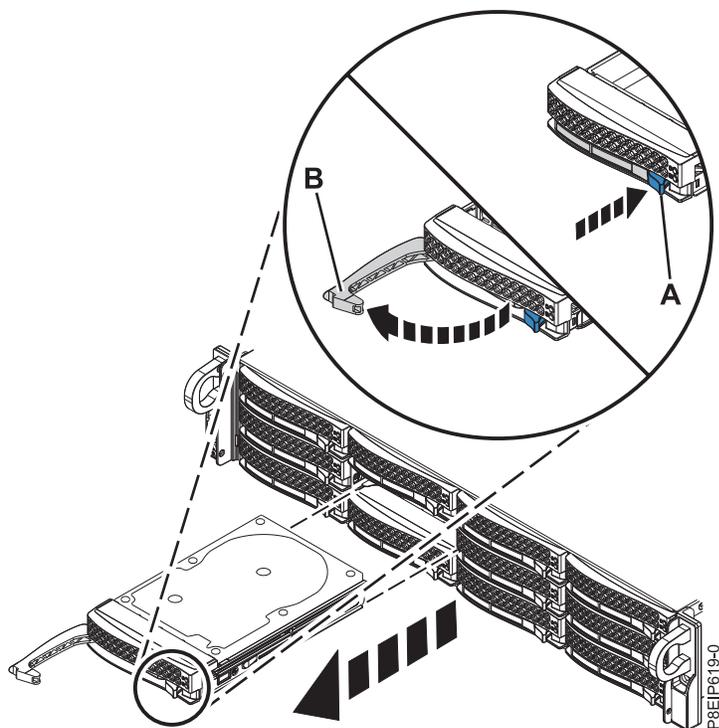

Figura 1. Removendo uma Unidade
3. Destrave a alça do compartimento de unidade (**B**) empurrando a liberação da alça (**A**) conforme mostrado na Figura 1 na página 5. A alça (**B**) desencaixa em sua direção. Se a alça não desencaixar totalmente, a unidade não deslizará para fora do sistema. Se a unidade não corresponder ao número de série anotado na etapa anterior, reinstale a unidade no compartimento do qual você a removeu e verifique os outros compartimentos de unidade.